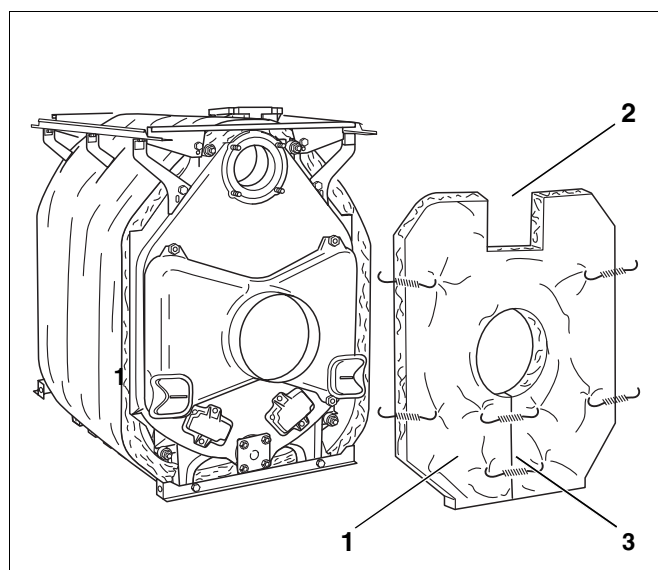

Fig. 45 Montering af isoleringen til bagelementet
- Skub varmeisoleringen til det bageste element (Fig. 45, **pos. 1**) ind over røggasstuds. Udkæringen til returløbet (Fig. 45, **pos. 2**) skal vende opad.
- Luk åbningen under røggasstuds med en spændefjeder (Fig. 45, **pos. 3**).